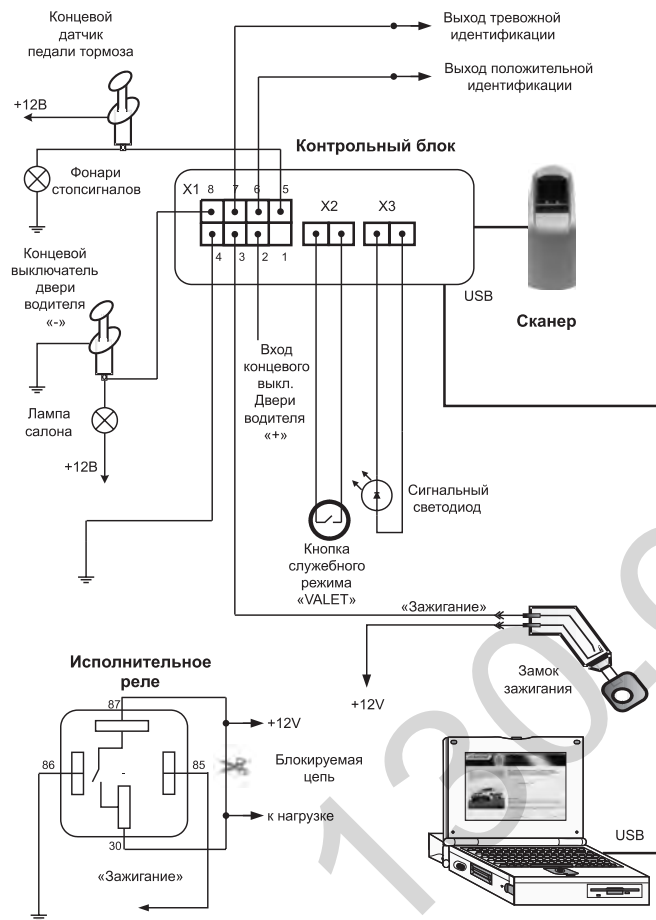

Рис. 1 Схема подключения БИОCODE® AUTO – 150
- Подключите провода разъема X1 в следующем порядке (схема подключения системы BIOCODE® AUTO – 150 показана на рис. 1):